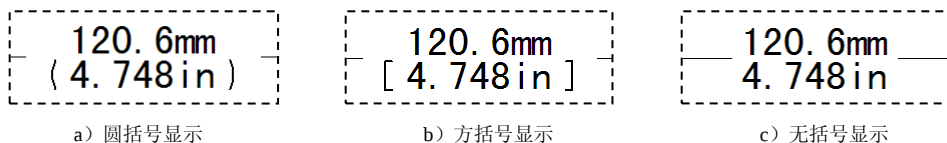

图 8.3.24 显示双重单位
- ☒ **显示双重单位(0)**复选框: 用于设置辅助单位的显示。只有当选择此选项后, 辅助单位才可以在图纸视图中显示, 显示效果如图 8.3.24 所示。